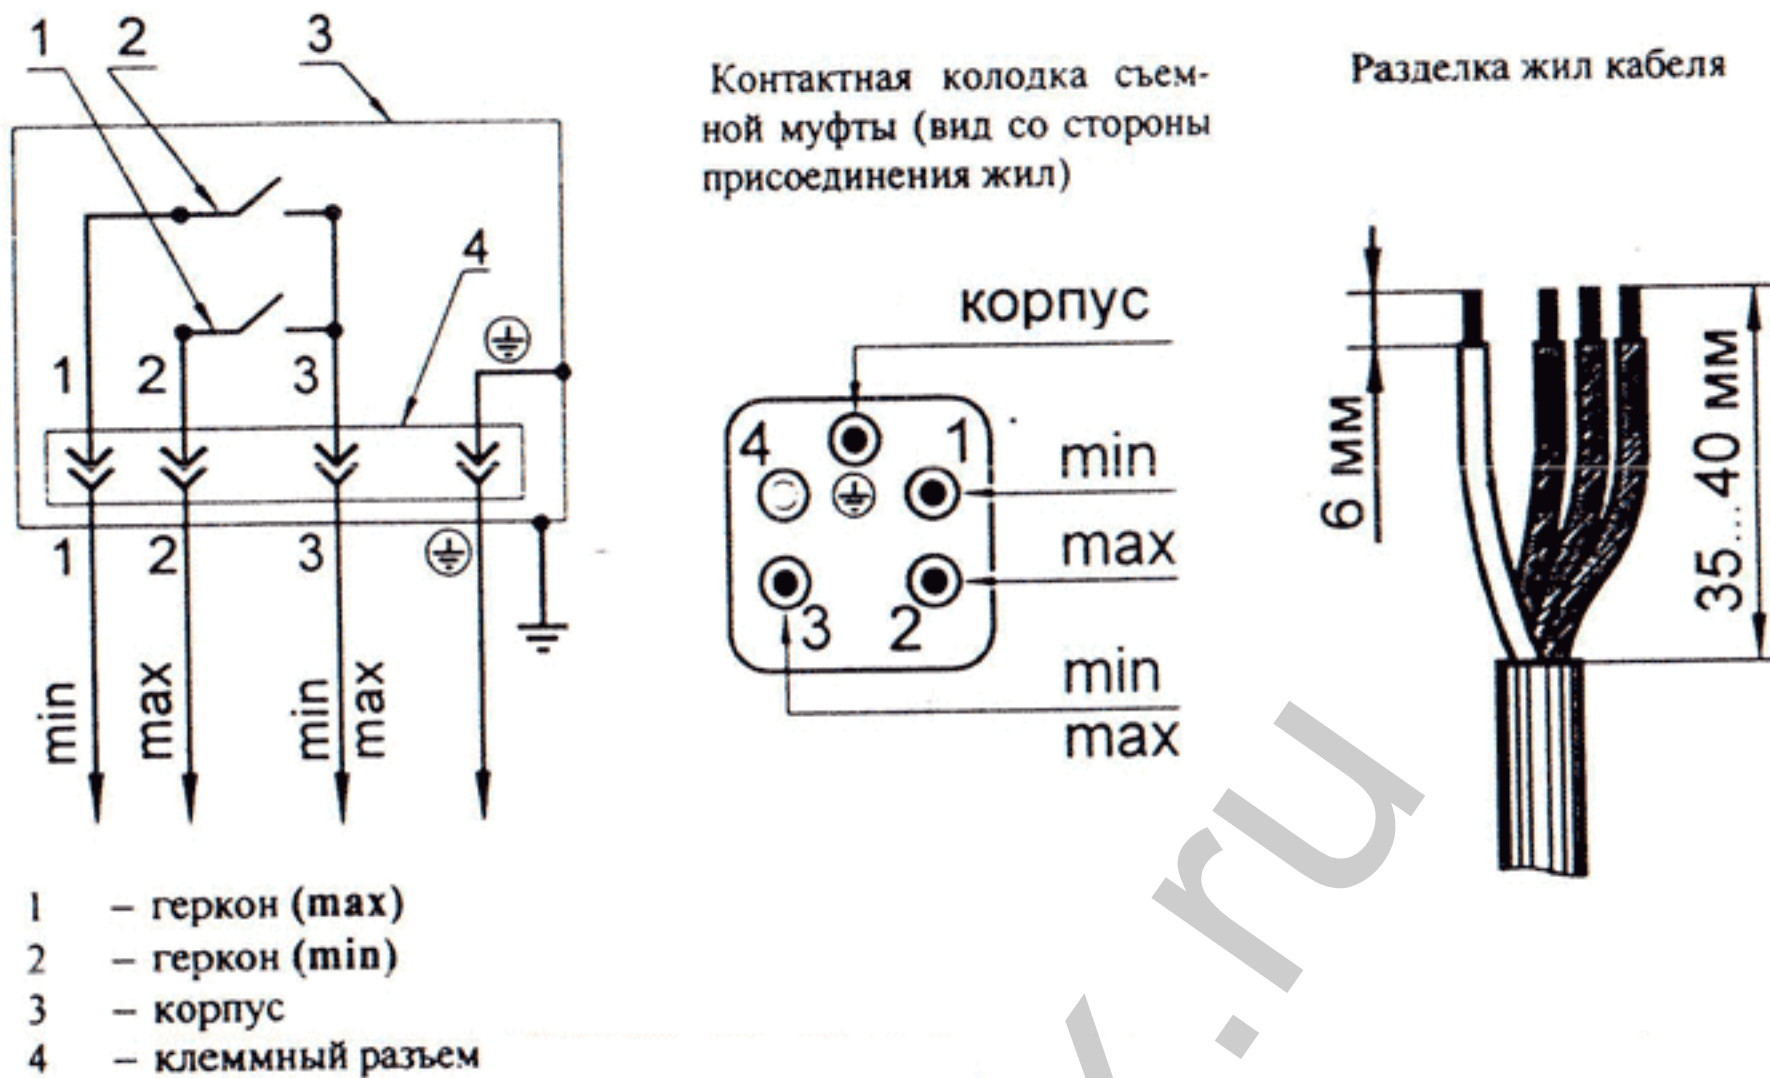

Рис. 6
7.9. Подсоединить винтами жилы контрольного кабеля к контактной колодке съемной муфты кабельного разъема согласно рис. 6.